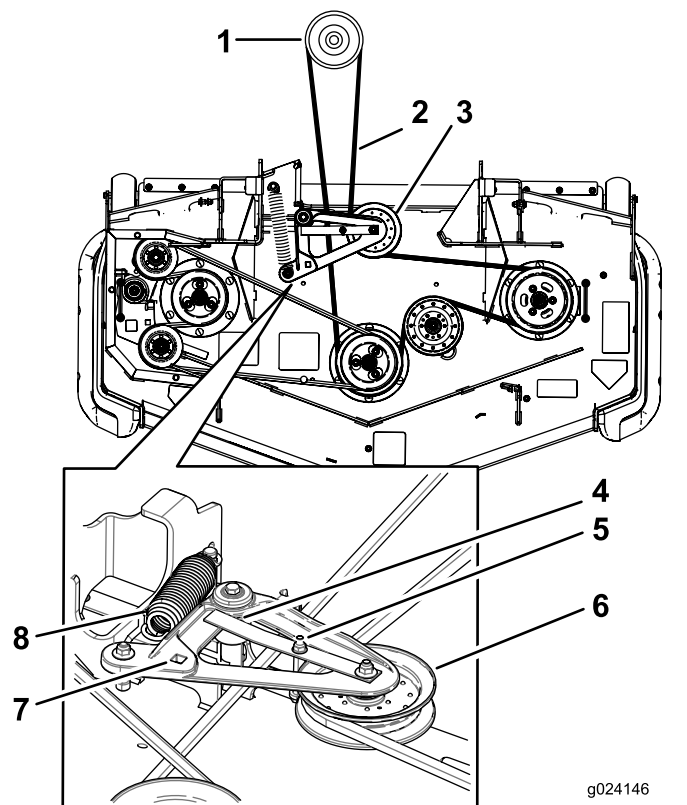

Figure 93
6. Insérez un rochet dans le trou carré du bras de la poulie de tension pour détendre le ressort de la poulie de tension (Figure 93).
8. Acheminez la courroie neuve autour des poulies du tablier de coupe et de la poulie d'embrayage, sous le moteur (Figure 93).
10. Insérez le rochet dans le trou carré et chaussez la courroie sur la poulie de tension à ressort (Figure 93). Engagez les extrémités du ressort dans les rainures d'ancrage.